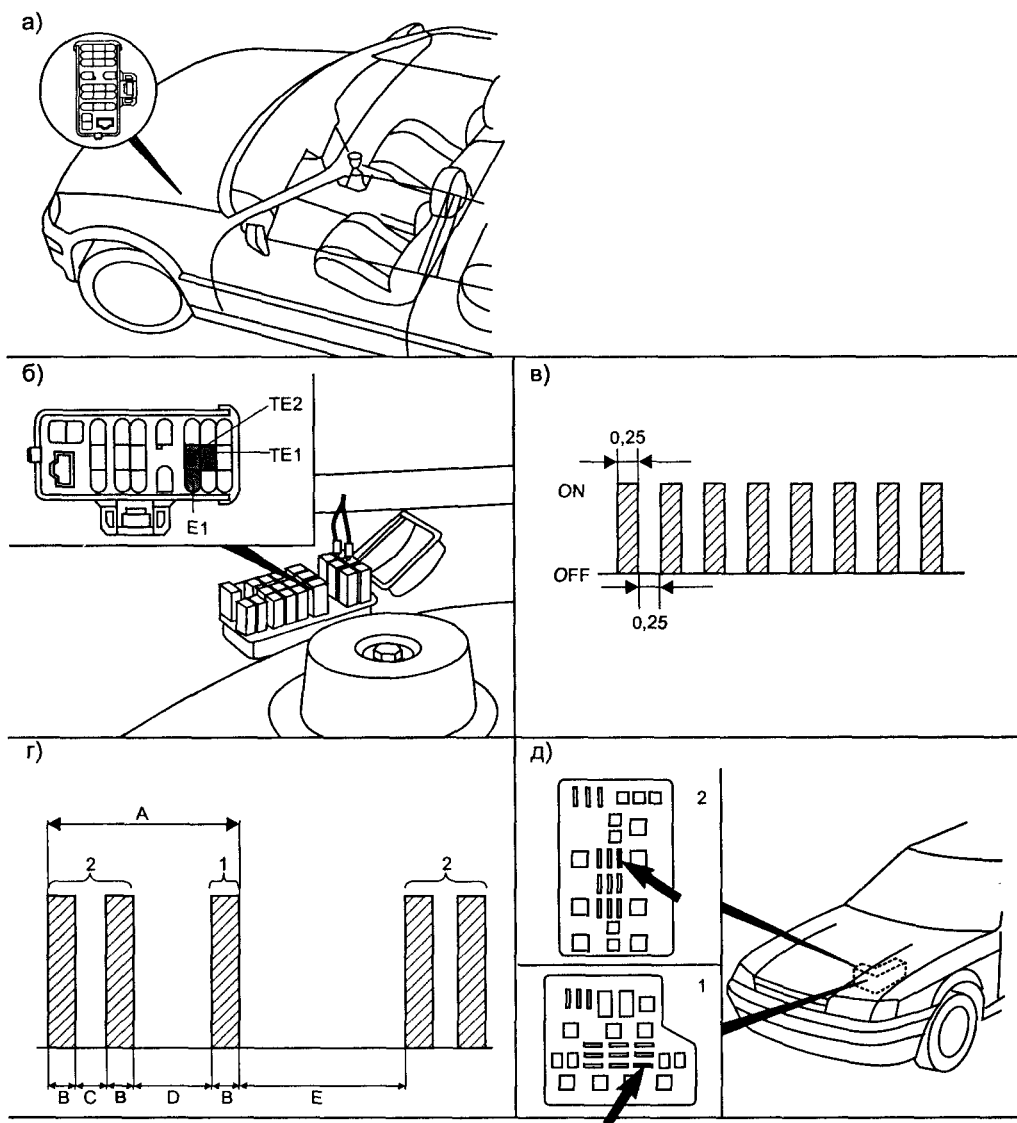

Рис. 2.7.5. Самодиагностика ЭСУД «Toyota TCCS»
- при отключенном зажигании соединяют контакты E1 и TE1 разъема DLC (см. рис. 2.7.5а, 2.7.5б);
- если в памяти нет ошибок, лампа MIL вспыхивает с частотой 2 раза в секунду (см. рис. 2.7.5в);
- индикация каждого DTC включает две группы вспышек, в каждой из которых от 1 до 9 вспышек MIL (см. рис. 2.7.5г-А, пример отображения кода DTC «21»);
- длительность вспышки составляет 0,5 секунды (см. рис. 2.7.5г-В), 0,5 секундная пауза разделяет каждую вспышку (см. рис. 2.7.5г-С);
- 1,5 секундная пауза между вспышками MIL разделяют цифры одного кода DTC (см. рис. 2.7.5г-Д);
- 2,5 секундная пауза между вспышками разделяет разные коды DTC (см. рис. 2.7.5г-Е);
- при отключенном зажигании соединяют контакты E1 и TE2 разъема DLC (см. рис. 2.7.5б);
- при отключенном зажигании на 15–20 секунд извлекают предохранитель EFI из монтажного блока под капотом (см. рис. 2.7.5д-1 для двигателей 1,6/1,8 и рис. 2.7.5д-2 — для двигателя 2,0);